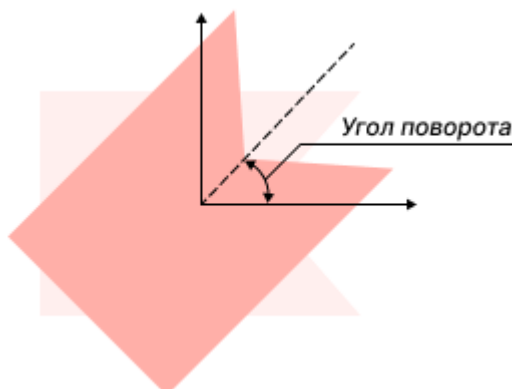

Рис. 155 Поворот апертуры
- Угол поворота – величина угла поворота горизонтальной осевой линии апертуры против часовой стрелки, значение может быть задано в диапазоне 0 – 359° с шагом 1°, см. Рис. 155.